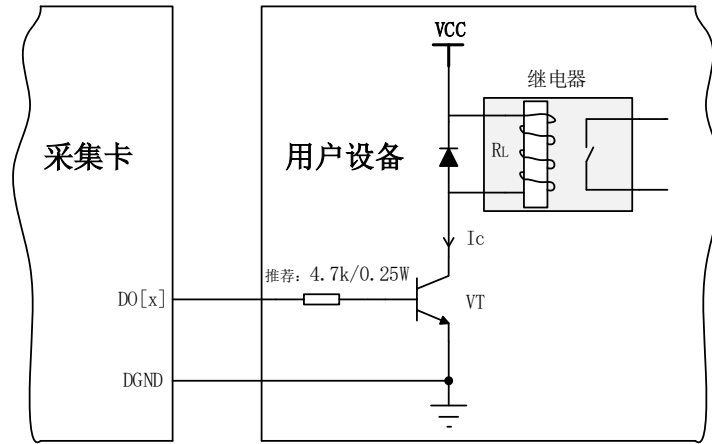

图 5-4-3 DO 数字量控制继电器电路
- 如果将 PFI 或 DIO 配置为输出状态，请了解连接到这些信号的负载的电流要求。不要超过设备指定的电流输出限制；本公司为需要高电流驱动的数字应用提供了多种解决方案，例如 图 5-4-3 所示方案用以实现驱动 24V 继电器。
当用户需驱动高电压或大电流设备时（比如 24V 继电器），需要用户自行设计外围驱动电路，可使用三极管驱动方式，如图 5-4-3， $I_c \approx VCC/R_L$ （ R_L 为继电器内阻），用户使用时一定要注意 I_c 要小于三极管 VT 的最大集电极电流。